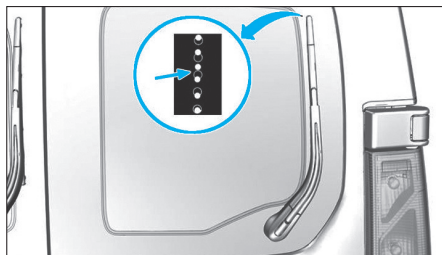

Fig. 69
- Poser le bras d'essuie-vitre en fonction du repère sérigraphié ou selon le repère effectuer précédemment (Fig.69).